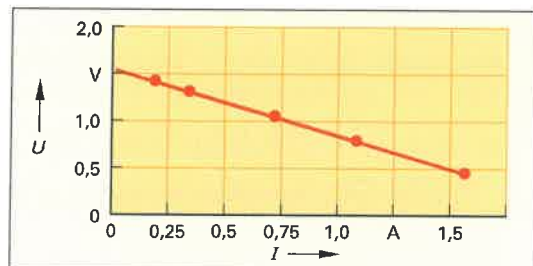

Bild 3: Belastungskennlinie der Spannungsquelle
5. Zeichnen Sie die Kennlinie der Spannungsquelle mit den in Aufgabe 4 berechneten Wertepaaren in Bild 3.